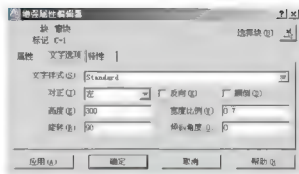

图 3.88 修改宽度比例
- (3) 在【文字】选项卡中, 将宽度比例由“1.6”修改为“0.7”, 如图 3.88 所示。
- (4) 单击【确定】按钮关闭对话框。